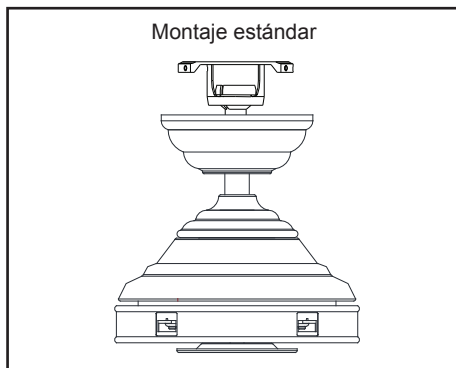

Figura 9
4. Con cuidado alza el conjunto del ventilador hasta la placa de montaje en el techo. Asegúrate de que la pestaña sobre la placa de montaje encaje bien en la ranura de la bola de soporte. (Figura 9)